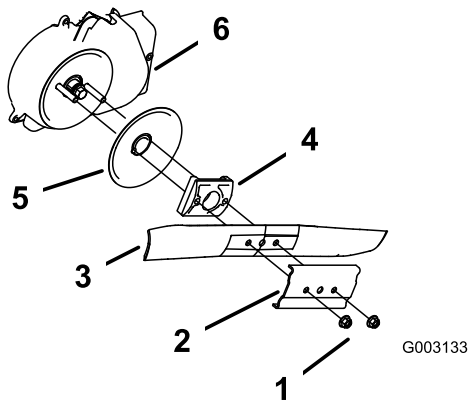

Figure 32
3. Retirez les 2 écrous de la lame et le renfort (Figure 32).
4. Déposez la lame (Figure 32).
5. Déposez le dispositif d'entraînement de la lame et le disque (Figure 32).
6. Déposez la protection du débrayage de frein de lame (Figure 32).
10. Reposez la lame et le renfort déposés précédemment (Figure 32).